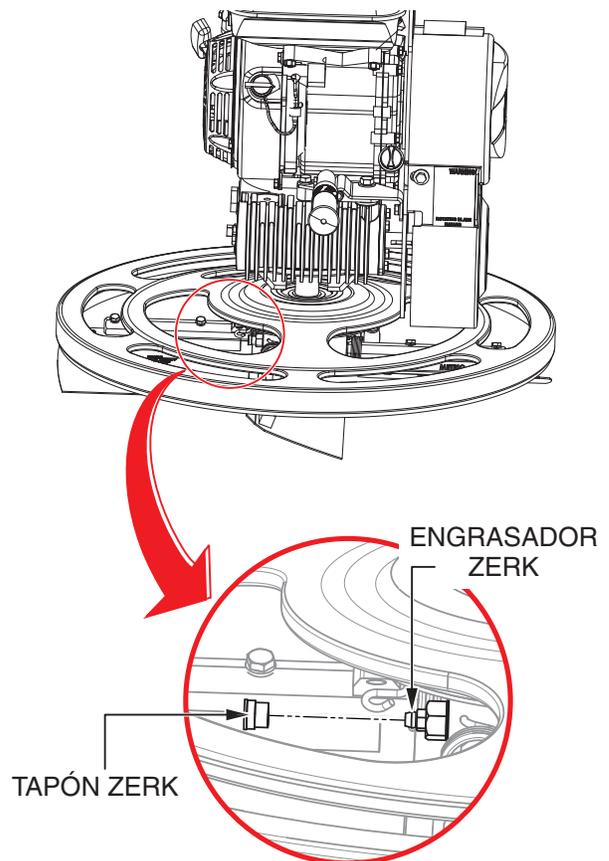

Figura 43. Lubricación de la araña
1. Localice uno de los engrasadores Zerk en la unidad de la araña (Figura 43). Retire el tapón del engrasador Zerk y guárdelo a un lado.